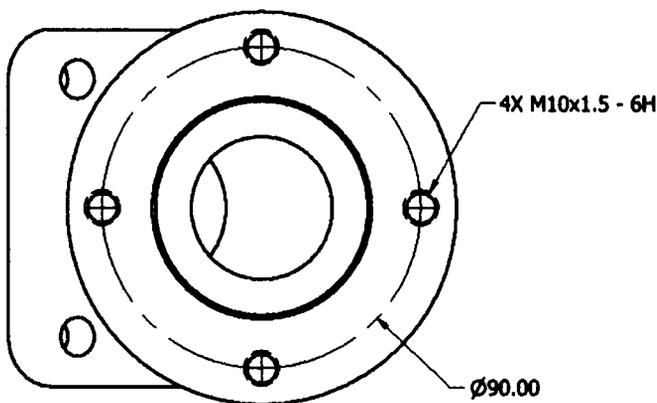

Рис. 2.31. Извлечение размеров на чертеж с модели
8. Нажмите **ОК**, чтобы закрыть диалоговое окно и появились размеры на чертеже, как показано на рис. 2.31.